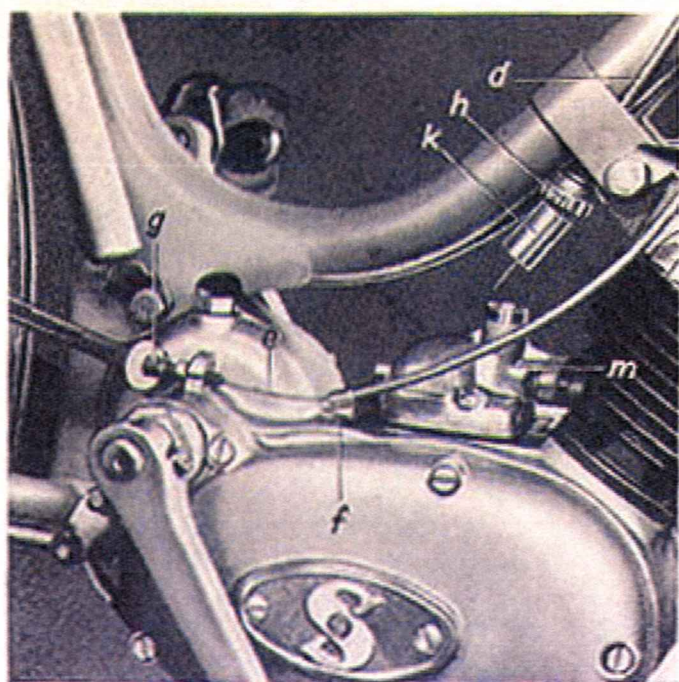

Bild 6
2.3 Seilzug (e) für Getriebeschaltung (in Stellung zweiter Gang) am Schalthebel (f) aushängen, anschließend Seilzugstellschraube (g) aus dem Führungsauge am Motorgehäuse herauschrauben. (Bild 6)